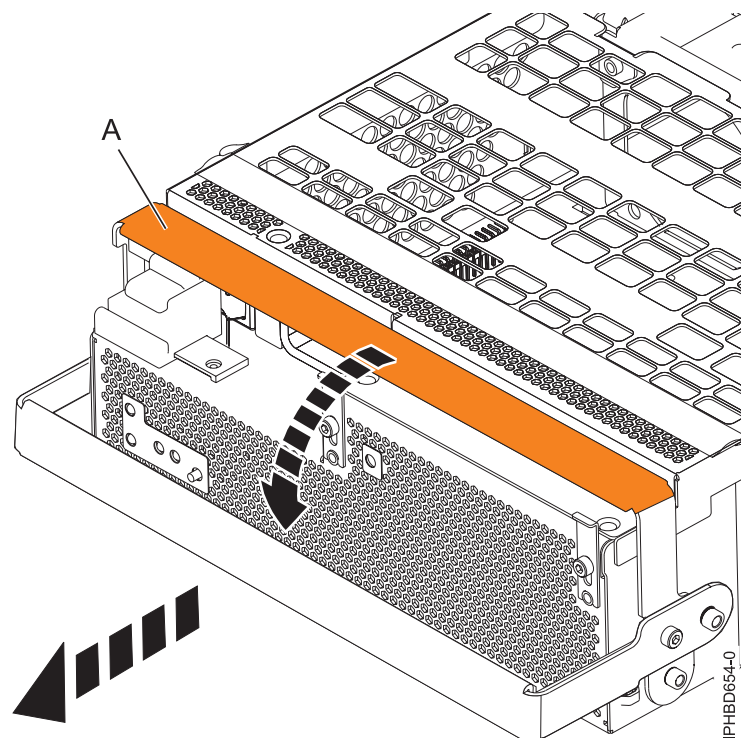

Figura 9. Extracción de una fuente de alimentación
8. Gire el asa de bloqueo de fuente de alimentación (A) hasta la posición de abierto, como se muestra en la Figura 9 en la página 11. Extraiga la fuente de alimentación de la unidad de expansión.